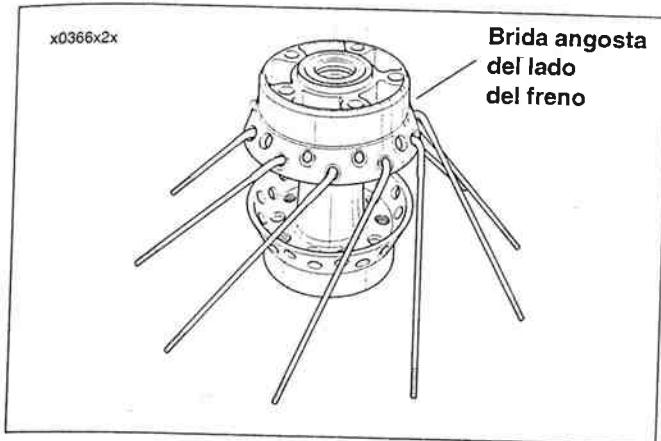

Figura 2-21.
1. Vea la Figura 2-21. Coloque el cubo sobre la mesa de trabajo con el lado del disco de freno (reborde angosto) hacia arriba. Introduzca un rayo en cada agujero de la fila inferior como se muestra a continuación. Coloque los rayos en ángulo hacia la derecha.